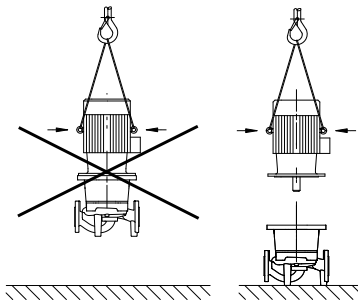

Fig. 8: Transportul motorului
- Inelele de transport de la motor trebuie folosite doar pentru transportul motorului, nu pentru toată pompa (fig. 8).